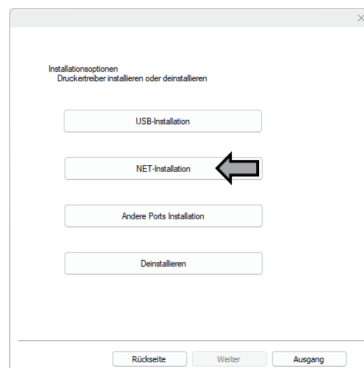

Fig.12
⑥ Wählen Sie im Fenster „Installationsoptionen – Druckertreiber installieren oder deinstallieren“ die Option „Net-Installation“ (siehe Abbildung 12).